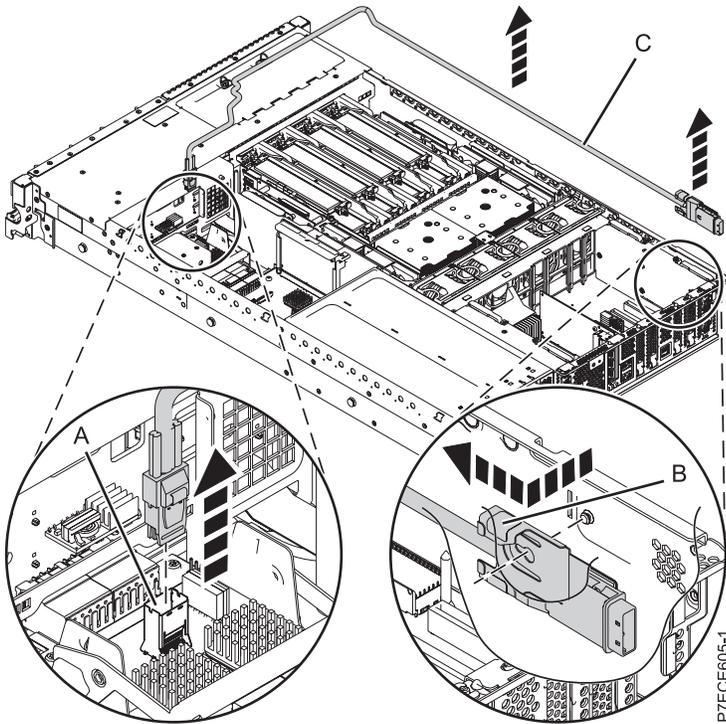

Figura 39. Extracción del puerto SAS externo
- 1) Presione la pestaña lateral (**B**) y extraiga el acoplamiento SAS del puerto de conexión SAS externo en la placa posterior de la unidad de disco. Consulte Figura 39 en la página 52.